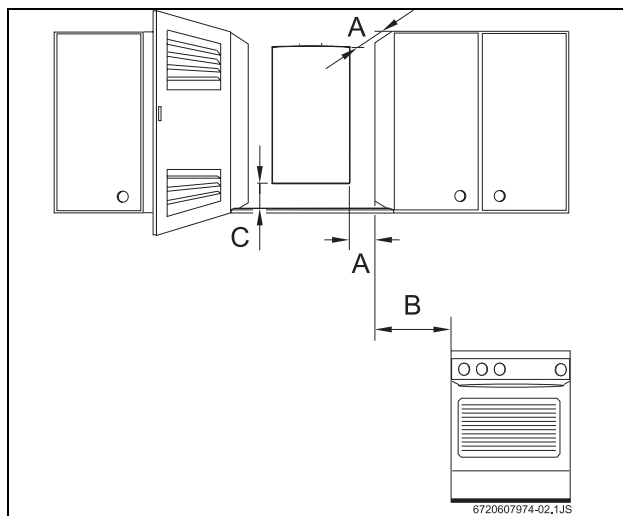

Fig. 7 Distâncias mínimas
- ▶ Assegurar o bom acesso nos trabalhos de manutenção, respeitando as distâncias mínimas indicadas na Fig. 7.